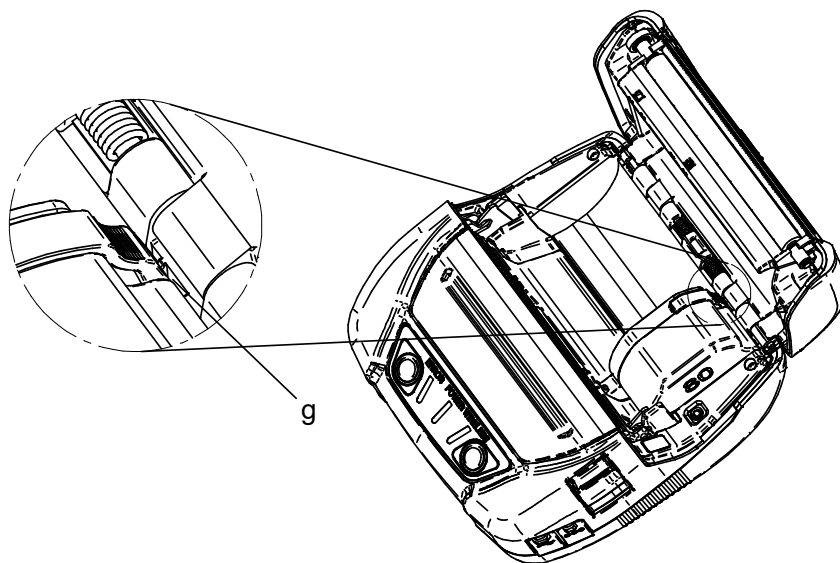

Figura 13-6 Installazione della piastra divisoria (3)
3. Spingere la linguetta della piastra divisoria "g" nella scanalatura della stampante "G" finché la piastra divisoria non viene bloccata, come mostrato nella Figura 13-6.